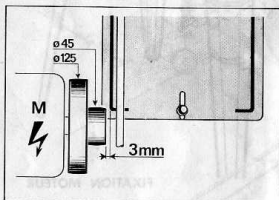

Figure 4
- laisser au moins 3 mm d'espace entre l'extrémité de la poulie-moteur et la machine (fig. 4)